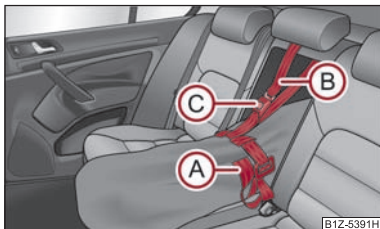

Abb. 101 Sicherung des herausnehmbaren Durchladesacks
- Ziehen Sie das Zugband (A) am freien Ende um die Skier vor den Bindungen fest ⇒ Abb. 101.
- Führen Sie das Sicherungsband (B) durch die Öffnung in der Sitzlehne um den oberen Teil der Sitzlehne.
- Stecken Sie das Sicherungsband (B) in das Schloss (C) bis es hörbar einrastet.